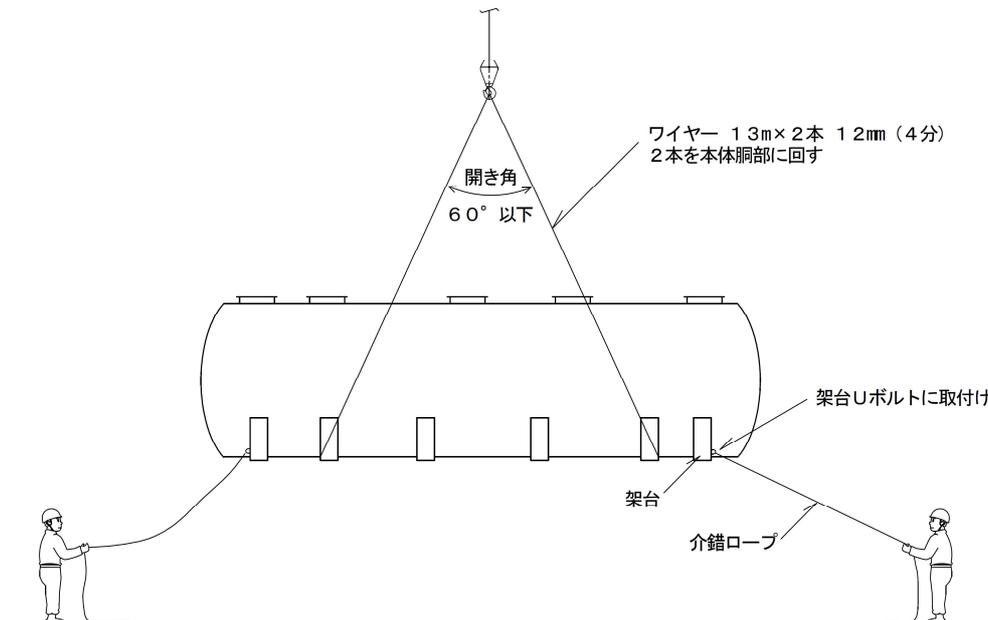

図8 FRP 槽本体の吊り上げ方法
- ・図8のようにFRP 槽本体の架台のUボルトに介錯(介添えロープ)を取付け、玉掛の吊り角度は60度以下としてください。